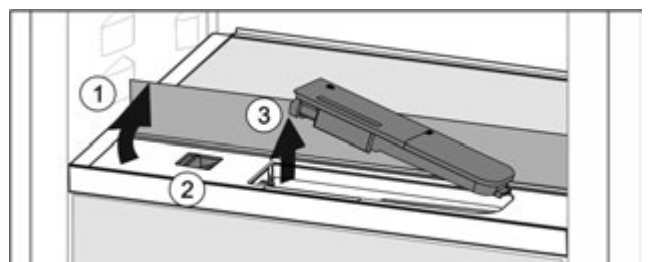

Fig. 74
- ▶ Підняти скляну панель і відкинути до упору назад *Fig. 74 (1)*.
- ▶ Посуньте повзунок *Fig. 74 (2)* уліво.
- ▶ Вийняти бак для води *Fig. 74 (3)*.